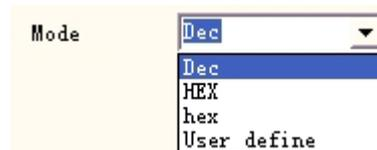

Abbildung 4-36
**Modus:** Der Modus der verwendeten Stromseriennummer, siehe Abbildung 4-36.